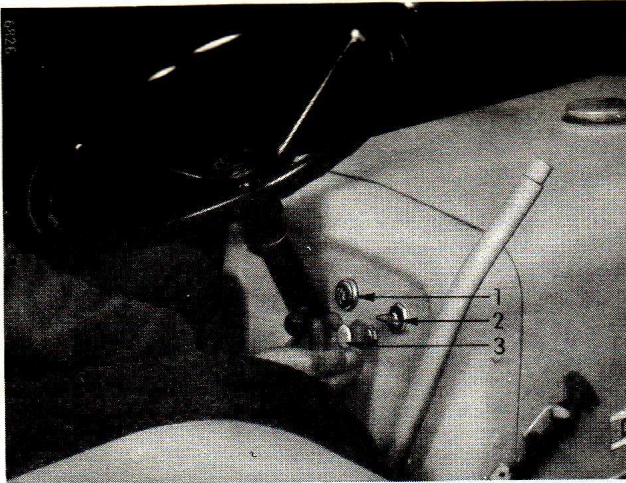

Fig. 10
Tirez le bouton de réchauffage-démarrage (3) fig. 10, jusqu'à ce que vous sentiez une résistance et maintenez-le dans cette position pendant 15 à 20